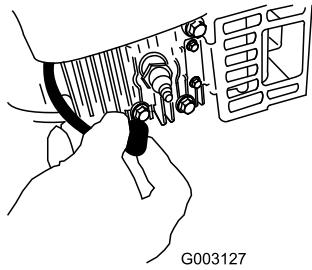

Figura 44
2. Desconecte el cable de la bujía (Figura 44) antes de realizar cualquier procedimiento de mantenimiento.